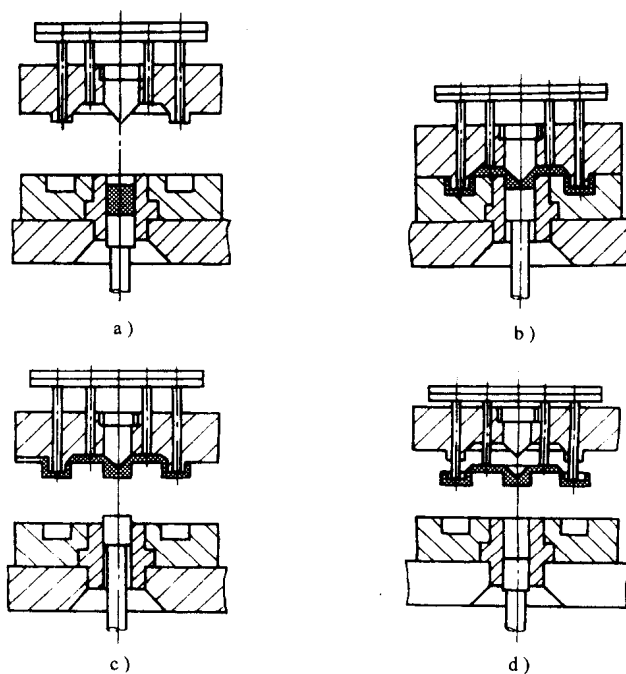

图 1-4 冲头上压式全立式机压铸过程
1. 冲头上压式全立式压铸机 其压铸过程如图 1-4 所示。